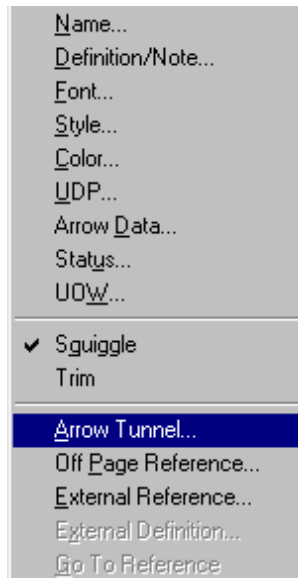

Рисунок 26
- 9 Щелкните правой кнопкой мыши по квадратным скобкам и выберите пункт меню **Arrow Tunnel** (рисунок 26).